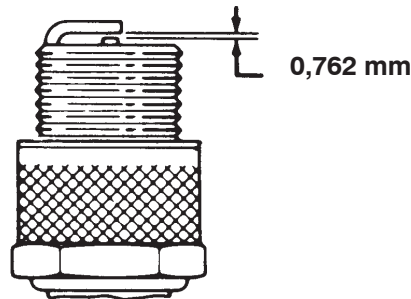

Bild 41
4. Stellen Sie den Elektrodenabstand zwischen der mittleren und der Seitenelektrode auf 0,762 mm ein (Bild 41). Montieren Sie die Zündkerzen mit korrektem Abstand und ziehen sie mit 20 Nm an.